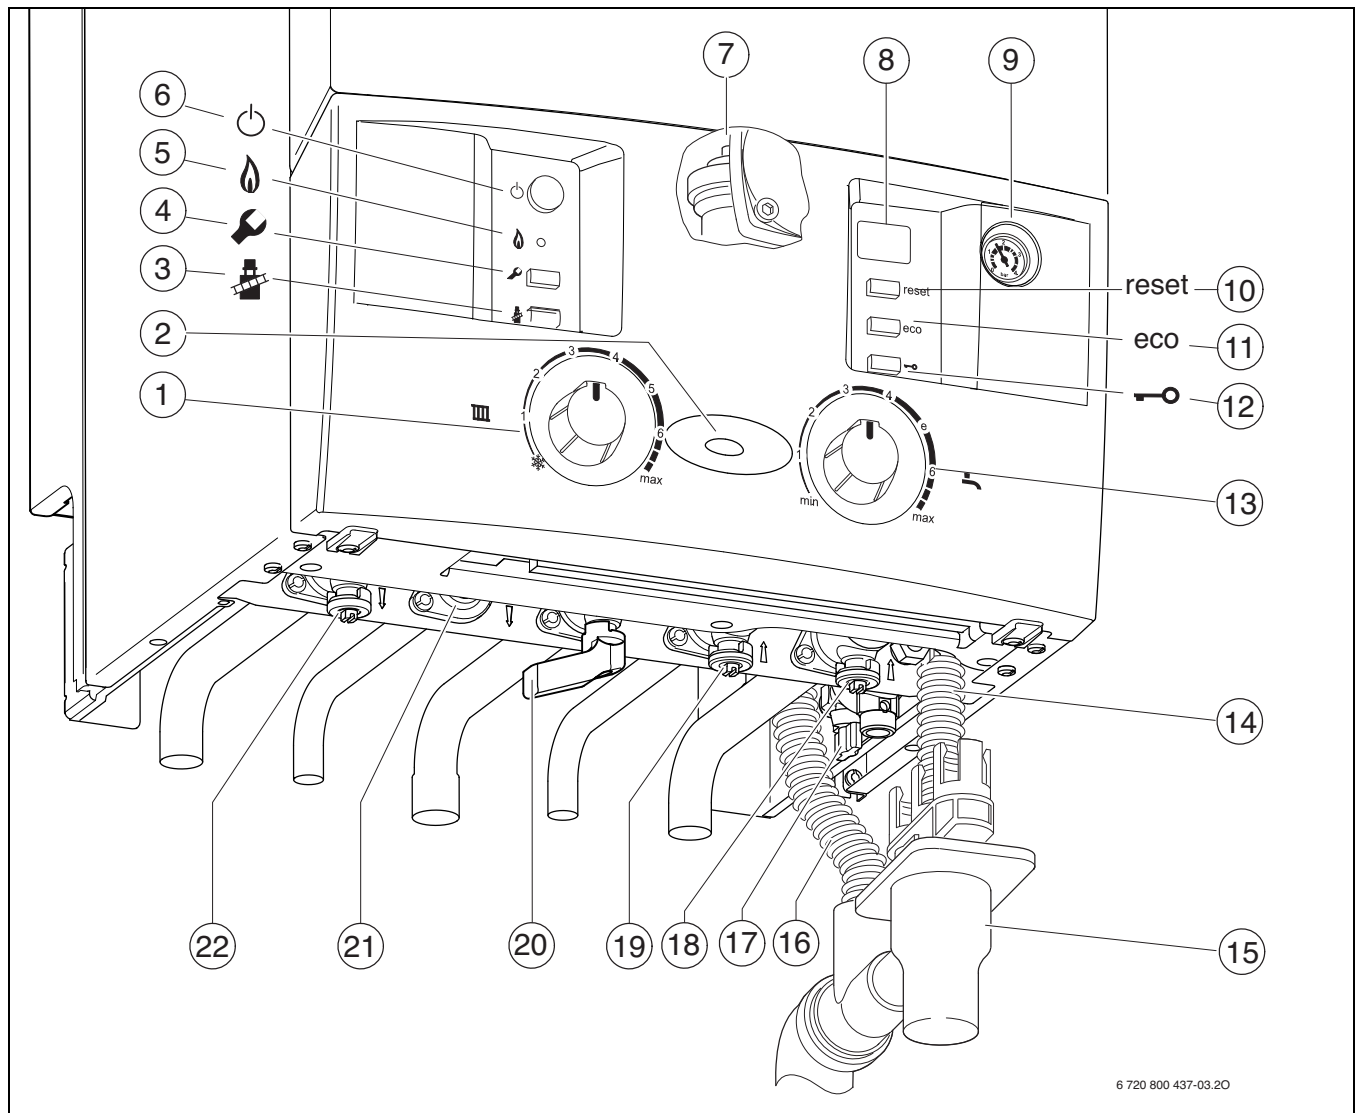

Fig. 47
- Ouvrir le robinet d'eau froide (→ fig 47, [19]).
- Ouvrir le robinet de départ du chauffage et le robinet de retour du chauffage (→ fig 47, [18] et [22]), remplir l'installation de chauffage à une pression comprise entre 1 et 2 bars et fermer le robinet de remplissage.
- Ouvrir le robinet de gaz (→ fig 47, [20]).
- ▶ Ouvrir le purgeur automatique (→ fig. 47, [7], page 30).